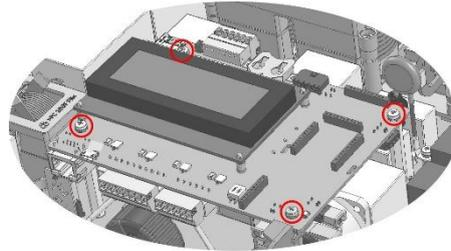

Figura 4: Viti sulla scheda di comunicazione (prima della sostituzione)
2. Rimuovere le quattro viti (cerchiate nella Figura 4) che fissano la scheda di comunicazione ai distanziatori della scheda di alimentazione. Tenere fermi i distanziatori per evitare che ruotino con le viti.
1. Posizionare la nuova scheda sui distanziatori e fissarla con le quattro viti precedentemente rimosse (vedere *Figura 4*).